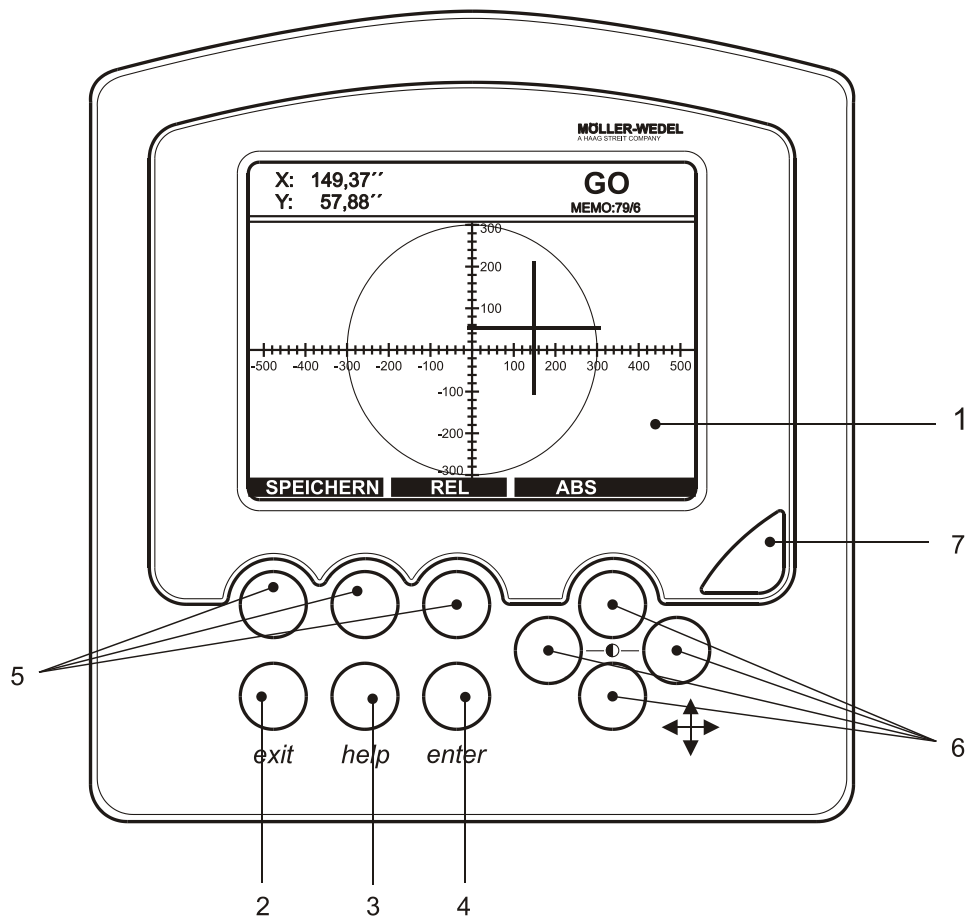

图 3: 控制器
控制器的图示请见图 3。LCD 显示屏可以保证您即便在较差的光线条件下，也能轻松读取数据和提示性菜单。
- 自准直测头 (AK)
- 控制器 (图 3)